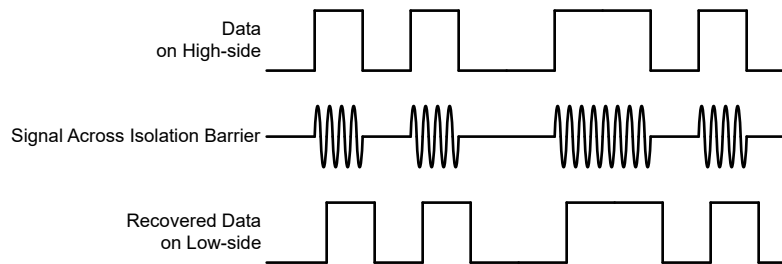

図 6-4. OOK ベースの変調方式
AMC22C11 は、SiO₂ ベースの絶縁バリア越しにコンパレータの出力状態を送信するため、図 6-4 に示すオン / オフ キーイング (OOK) 変調方式を採用しています。「機能ブロック図」に示す送信ドライバ (TX) は、デジタル 1 を表すために内部で生成された高周波キャリアを絶縁バリア越しに送信します。デジタル 0 を表す信号は送りません。